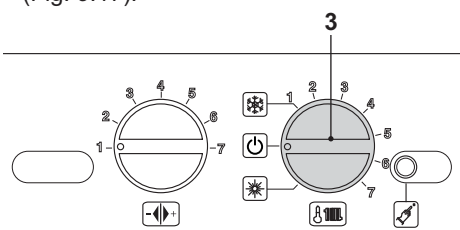

Fig. 9.17
- Para salir del modo de programación, ponga el selector de función 3 en OFF (Fig. 9.17).